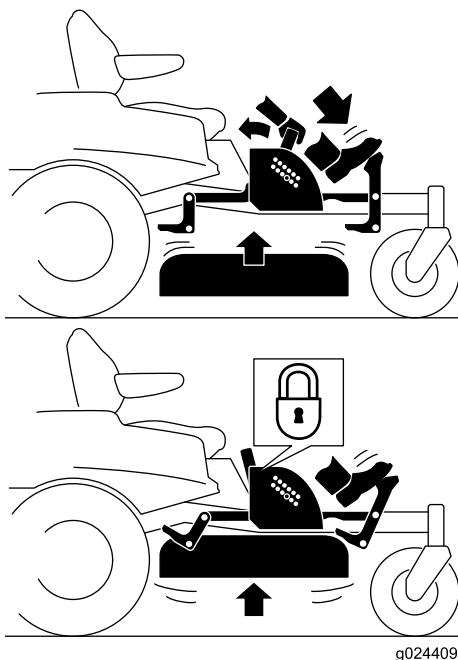

Figura 37
- Premete il pedale di sollevamento del piatto di taglio per sollevare il piatto di taglio; premete fino a quando il piatto si blocca in posizione di trasporto (Figura 37).
- Col piede premete il pedale di sollevamento del piatto e tirate indietro la stegola di blocco per il trasporto per sbloccare la posizione di blocco per il trasporto (Figura 37).
4. Col piede premete il pedale di sollevamento del piatto e tirate indietro la maniglia per sbloccare la posizione di blocco per il trasporto (Figura 37).